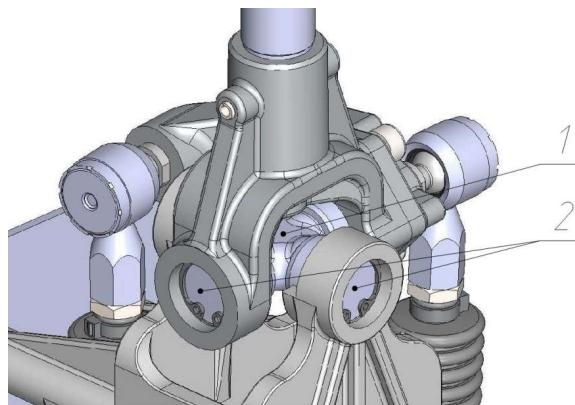

Рис. 6.5 Шарнирный узел мастер-опоры
1.1	<p>Пропустить концы тросов через вырез в полу кабины Пропускание тросов производить аккуратно, не допуская отклонения концов тросов на угол, выходящий за пределы конуса 16° (8° от центра в любую сторону), что приведет к выходу троса из строя. Не допускается повреждение гофрированных чехлов тросов или их сползание с посадочных мест на корпусах тросов. В случае сползания чехла с корпуса троса, необходимо установить его на место, см. рис. 6.5.</p>